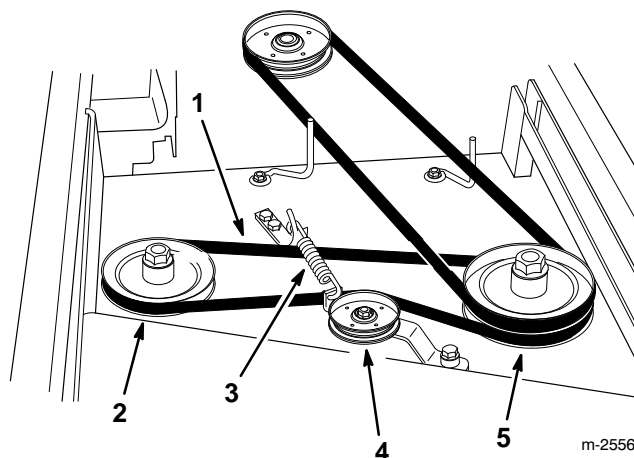

Figure 25
2. Graisser les roulements des deux arbres de lames, par les graisseurs (Fig. 25).
4. Détacher le ressort du bras du galet tendeur pour relâcher la traction exercée sur le bras et le galet, puis retirer la courroie des lames usée (Fig. 25).
5. Mettre en place la nouvelle courroie des lames sur la poulie de lame de droite, sur le galet tendeur et dans la gorge inférieure de la poulie de lame de gauche, comme illustré (Fig. 25).
6. Rattacher le ressort du bras du galet tendeur (Fig. 25).